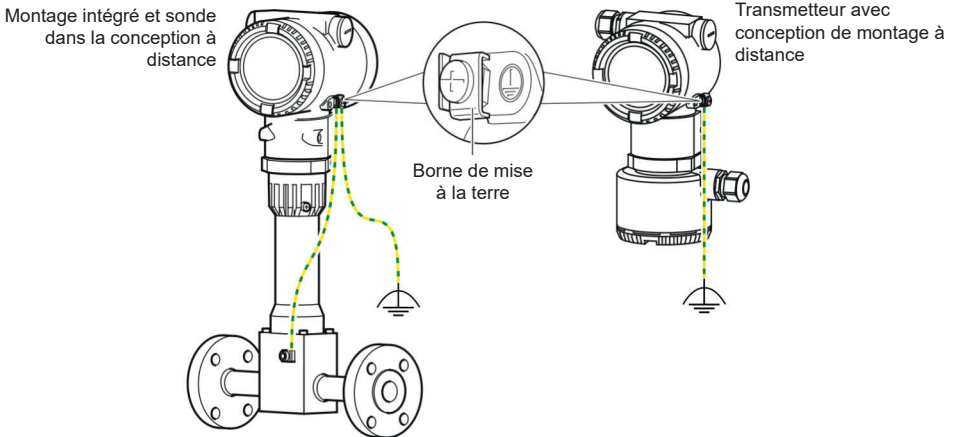

Fig. 20 - Bornes de mise à la terre
Pour la mise à la terre (PE) du transmetteur ou le raccordement d'un conducteur de terre, une connexion est disponible à l'extérieur du boîtier et dans l'espace de raccordement. Les deux connexions doivent être reliées galvaniquement l'une à l'autre. Afin de prévenir toute différence de potentiel, une mise à la terre en 3 points, comme illustré à la Figure 20, est recommandée. Ces points de connexion peuvent être utilisés si la mise à la terre ou le raccordement d'un conducteur de terre est prescrit par les réglementations nationales pour le type d'alimentation sélectionné ou le type de protection utilisé.